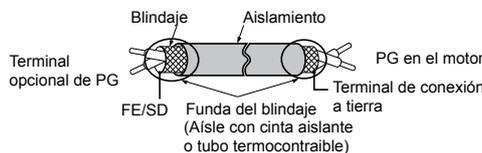
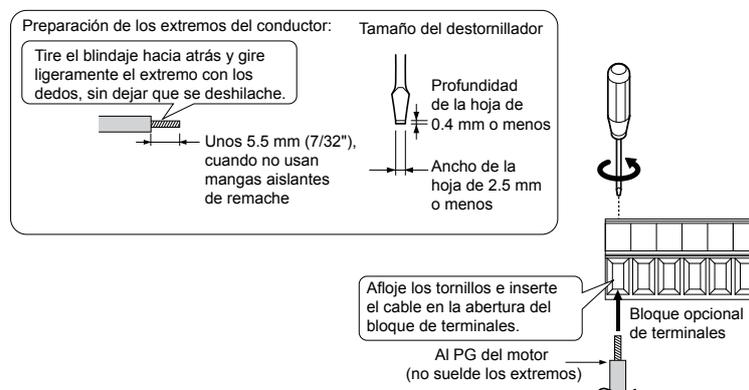

Figura 8.6 Preparación de los extremos del cable blindado
Figura 8.7 Preparación y conexión del cableado del cable
2. Existen dos orificios para tornillos en el variador para usar como terminales de tierra (H). Al conectar tres opciones, dos hilos de tierra deben compartir el mismo terminal de tierra del variador.
4. Prepare y conecte los extremos del cable como se observa en la **Figura 8.6** y en la **Figura 8.7**. **Refiérase a Calibres de cable y torques de ajuste de la opción PG-X3 PAG. 541** o **Refiérase a Calibres de cable y torques de ajuste de la opción PG-X3 PAG. 541** para confirmar que cada terminal reciba el torque de ajuste adecuado. Tome precauciones específicas para garantizar que cada cable esté bien conectado y que el aislamiento de los cables no quede prensado accidentalmente entre los terminales eléctricos.